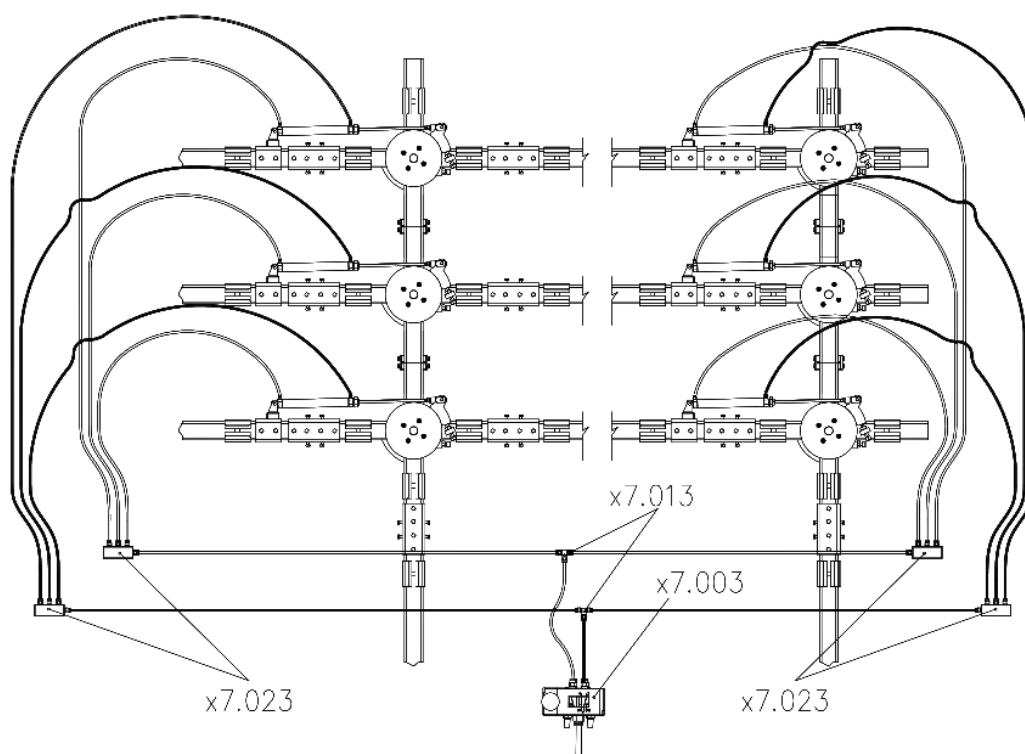

Abb. 36
- Die Betätigung mehrerer Drehscheiben in aufeinanderfolgenden Positionen wird durch einen einzigen pneumatischen Vorgang unter Verwendung von Luftverteilern erreicht, siehe Abb. 36 unten.